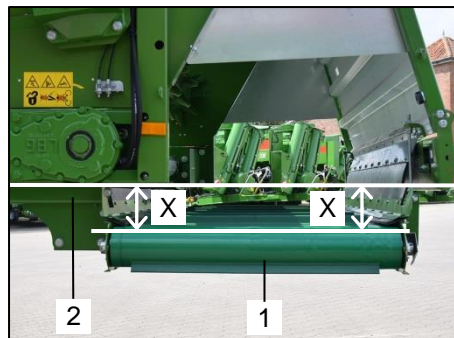

Bild 132: Winkel prüfen
Das Querförderband (Bild 132 / Pos.1) muss bei korrekter Einstellung parallel zum Maschinenrahmen (Bild 132 / Pos.2) verlaufen. Um die Einstellung zu prüfen, gehen Sie wie folgt vor:
- Befestigen Sie eine gerade Schiene unter dem Längsträger (Bild 132 / Pos.2) der Maschine. Die Schiene muss komplett über das Querförderband (Bild 132 / Pos.1) hinaus ragen.
- Messen Sie das Abstandsmaß „X“ zwischen Längsträger (Bild 132 / Pos.2) und Querförderband (Bild 132 / Pos.1) an der Vorderseite und an der Rückseite des Querförderbandes.